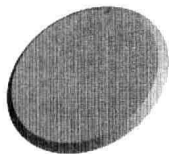

图 1.3 旋转特征 1
- (1) 单击工具栏中的“新建文件”按钮 .
- (2) 系统弹出“新建”对话框,在 **类型** 区域,选择  **零件** 选项;在 **子类型** 区域,选择  **实体** 选项;在 **名称** 文本框中输入文件名 SM_PUNCH1.PRT;通过取消 ☒ **使用缺省模板** 复选框中的“√”号,来取消使用默认模板;单击对话框中的 **确定** 按钮。
- (3) 在弹出的“新文件选项”对话框中的模板区域,选取 **mmns_part_solid** 模板。
Step2. 创建图 1.3 所示的零件基础特征——旋转特征 1,相关操作如下:
- (1) 选取特征命令。选择下拉菜单 **插入(I) → 旋转(R)** 命令。
- (2) 定义旋转类型。按下“实体”类型按钮 .
- (3) 定义特征的截面草图。在操控板中单击 **位置** 按钮,然后在弹出的界面中单击 **定义...**